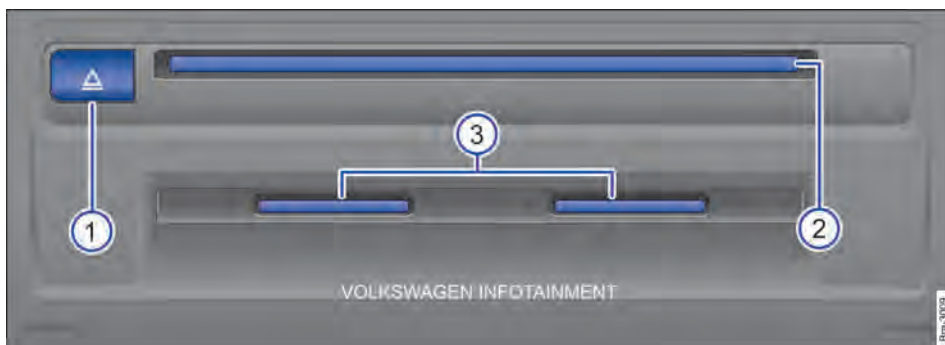

Fig. 144 Unidade multimídia externa: no porta-luvas.
Legenda para → Fig. 144:
- Após a solicitação, inserir o CD na entrada para CD da unidade de CD → Fig. 144 ② até que seja puxado automaticamente para dentro.
- Pressionar o botão de ejeção → Fig. 144 ①.